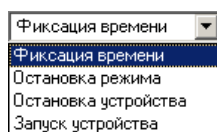

Рис. 1.5. Комбинированное поле
**Комбинированное поле** – содержит поле отображения и список определенных однострочных текстов (рис. 1.5). Для выбора нужного текста из списка необходимо подвести курсор к кнопке с изображением стрелки и нажать левую клавишу мыши – откроется список текстов. Из этого списка с помощью курсора необходимо выбрать нужный текст и нажать левую клавишу "мыши" – выбранный текст отобразится в поле отображения. Выбор с помощью клавиатуры осуществляется следующим образом: после активизации элемента нажать клавишу <Space bar>, откроется список однострочных текстов, из которого необходимо выбрать соответствующий текст, перемещая курсор клавишами <Стрелка вниз> и <Стрелка вверх> и нажать клавишу <Enter>.